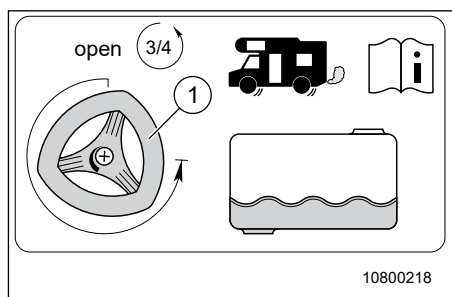

Fig. 56 Diminution du poids
- Fermer le robinet d'arrêt (Fig. 56, pos. 1) en le tournant 3/4 de tours dans le sens anti-horaire. L'eau excédentaire s'écoule par la conduite d'écoulement.